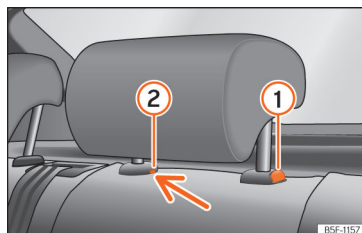

Fig. 99 Encostos de cabeça traseiros desmontagem.
- Pressione o botão » » Fig. 99 ① , pressionando ao mesmo tempo através do orifício da trava de segurança ② com uma chave de fendas plana com um máximo de 5 mm de largura e retire o encosto de cabeça.